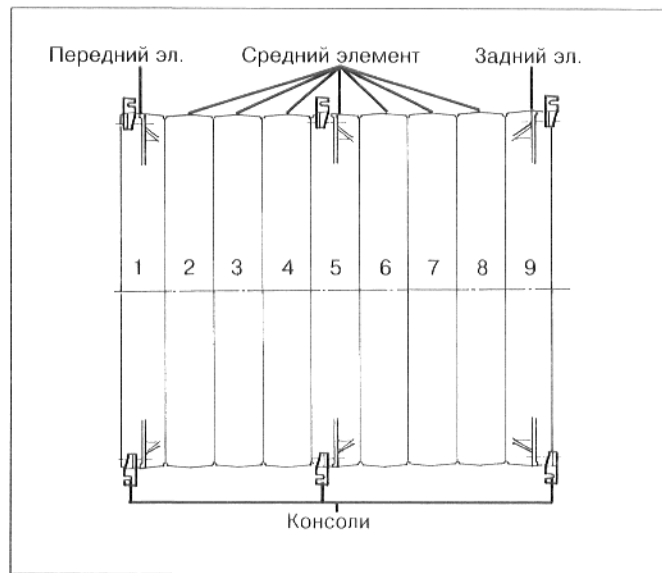

Рис. 33: вид сверху; блок котла из 9 элементов с консолями
- Слегка привинтить консоли для кожуха котла слева и справа к верхним ребрам элементов котла соответственно таблице 9.1 и рис. 33 и 35.